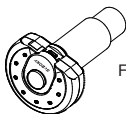

Figure 2. L'assemblage de l'adaptateur est terminé
- ① SV189 Caméra microscope numérique
- ② Adaptateur de microscope
- ③ 1.5m USB 2.0 Câble
- ④ CD-ROM
- ⑤ Manuel de l'utilisateur
2. Lors de l'utilisation, installez l'adaptateur de microscope sur la caméra et serrez-le (Figure 2)